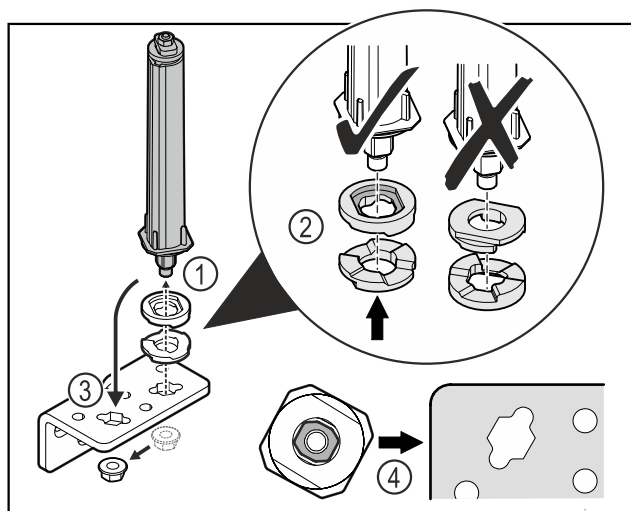

Fig. 52
- ▶ Otpustite maticu i skinite sustav zatvaranja vrata Fig. 52 (1).
- ▶ Pazite na ispravno poravnanje pločica za namještanje visine Fig. 52 (2).
- ▶ Premjestite sustav zatvaranja vrata u kutnim šarkama i pričvrstite ga maticom Fig. 52 (3).
- ▶ Pri umetanju pazite na ispravno poravnanje sustava zatvaranja vrata Fig. 52 (4).